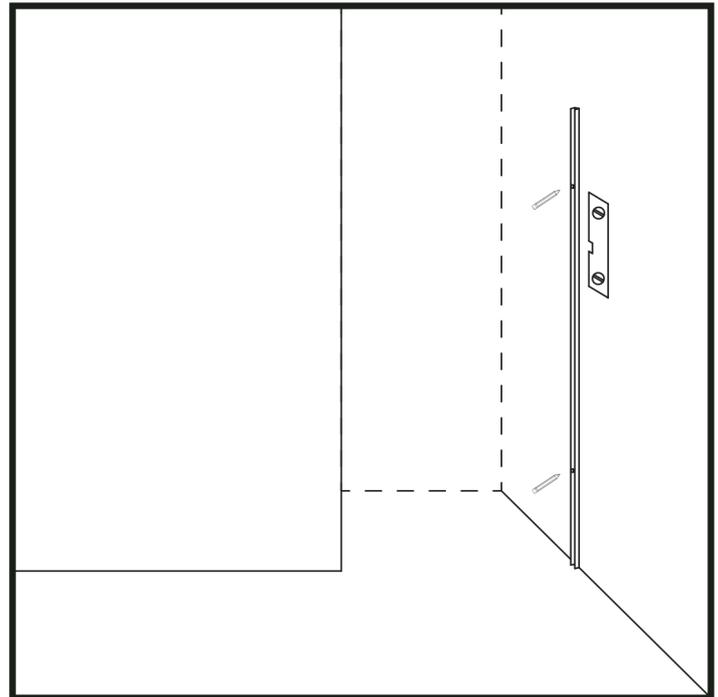

Abbildung 2
2. Legen Sie das Scharnierleistenprofil mithilfe einer Wasserwaage senkrecht an die Wand, sodass die Kante bündig mit dem Bodenrand abschließt. (Abbildung 2)